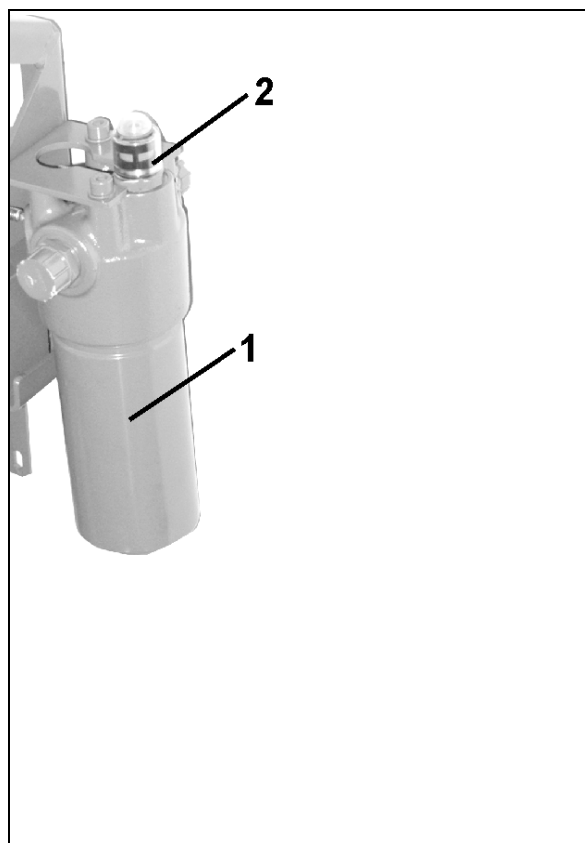

Рис. 163
- Отверните колпачок электромагнитного клапана (Рис. 163/1).
- Снимите катушку электромагнитного клапана (Рис. 163/2) abnehmen.
- Выверните толкатель (Рис. 163/3) с седлами клапана и очистите сжатым воздухом или гидравлическим маслом.